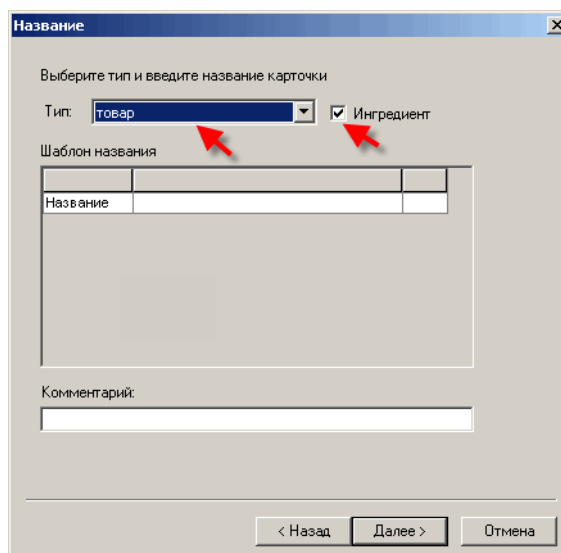

Рисунок 91 – Выбор типа карточки
- в окне **Название** (Рисунок 91) из раскрывающегося списка **Тип** выбрать значение *товар* и установить флаг **Ингредиент**;